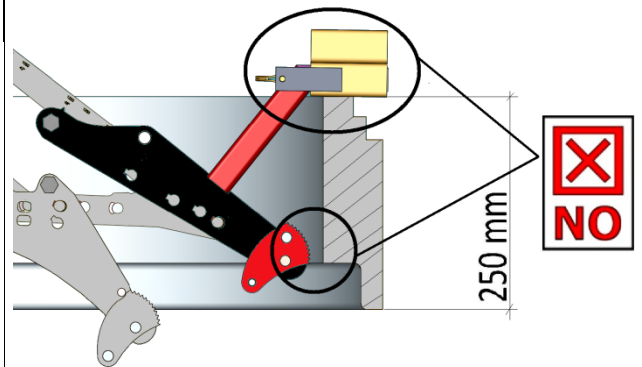

Bild 2
**Bild 2** zeigt einen Schachtring mit einer minimalen Bauhöhe von 250 mm **mit falsch** eingesetzten „Adaptersatz“ an Auflage von SVZ-UNI“ (4400.0079).